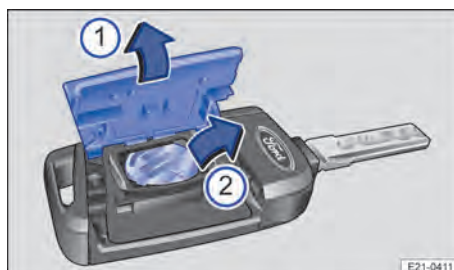
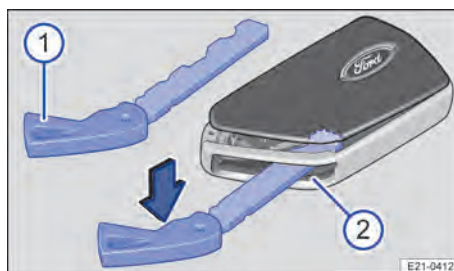

Fig. 52 Clé du véhicule : remplacement de la pile bouton
Fig. 53 Clé du véhicule : ouverture du cache de pile
En fonction de l'équipement, le remplacement de la pile bouton peut être réalisé selon deux variantes → fig. 52 et → fig. 53.
2. Ouvrez le cache vers le haut → fig. 52 ①.
3. Retirez la pile bouton du compartiment à pile en faisant levier ②.
4. Insérez une pile bouton neuve de même spécification dans le compartiment à pile → ①.
2. Engagez la clé de secours dans la fente → fig. 53 ②, poussez-la dans le sens de la flèche et extrayez le cache en faisant levier.